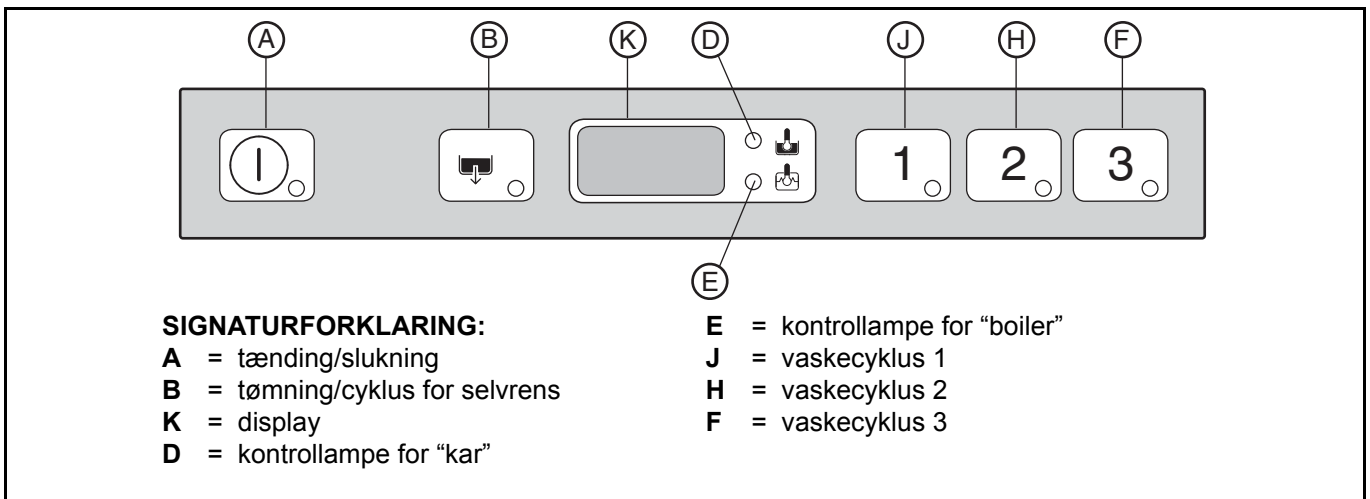

Fig. 20
Herefter tændes kontrollampen for knappen "A" (Fig. 20). Kontrollampen angiver, at der er sluttet strøm til opvaskemaskinen samt at den er ved at tage vand
Fremvisning af temperaturen i boileren i forbindelse med opvarmning af karret sker ved at åbne lågen og trykke på knappen "J" (Fig. 20).
Til let snavset service: Tryk på knappen "J" (Fig. 20) (se tabellen over tidsrum).
Til normalt snavset service: Tryk på knappen "H" (Fig. 20) (se tabellen over tidsrum).
Til meget snavset service: Tryk på knappen "F" (Fig. 20) (se tabellen over tidsrum).
- Vælg cyklussen for tømning ved at trykke på knappen "B" (Fig. 20).
- Sluk opvaskemaskinen ved at trykke på knappen "A" (Fig. 20).